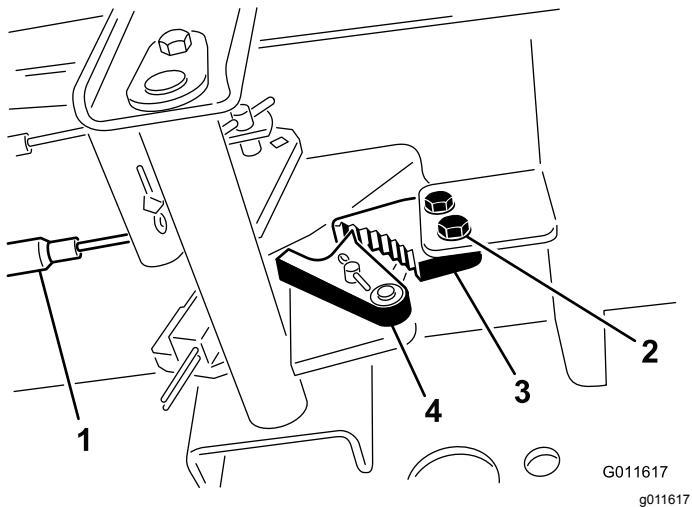

Рисунок 98
- Ослабьте два винта крепления защелки стояночного тормоза к раме (Рисунок 98).
- Нажмайте педаль тормоза вперед, пока углубление тормоза не войдет полностью в зацепление с защелкой тормоза (Рисунок 98).